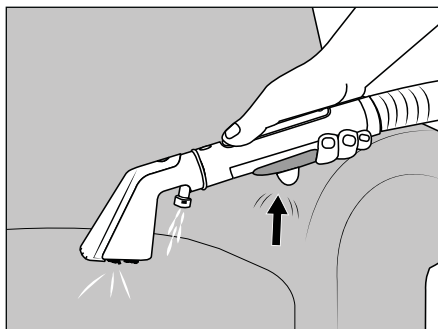

Fig. 6
(1) Asigurați-vă că orificiile de aspirare ②③/③① ale duzei pentru tapițerie ②②, respectiv ale duzei pentru rosturi ②⑤ nu sunt blocate de obiecte nefixate, scame, păr sau altele asemenea care se află în jur atunci când folosiți aparatul. Acest lucru poate provoca deteriorarea duzei pentru tapițerie ②②, respectiv a duzei pentru rosturi ②⑤ și poate determina funcționarea necorespunzătoare a acestora. (2) Verificați eticheta producătorului pentru instrucțiuni speciale de îngrijire înainte de a curăța tapițeria/covorul. Aparatul nu este potrivit pentru materiale textile sensibile (de exemplu, mătase, piele, flokati etc.). (3) Atunci când folosiți substanțe de curățare (detergent cu oțet și substanțe de curățare a tapițeriei), testați întotdeauna mai întâi curățarea cu aparatul pe o zonă puțin vizibilă pentru a vă asigura de rezistența culorii. (4) Aparatul trebuie montat corespunzător înainte de funcționare, iar rezervorul de apă curată ②  trebuie să fie umplut. (5) Opiți aparatul înainte de înlocuirea între ele a duzei pentru tapițerie ②② și a duzei pentru rosturi ②⑤. (6) Dacă rezervorul de apă murdară ⑦  este plin, plutitorul ⑥ închide orificiul de aspirare, iar aparatul funcționează la turație crescută. Opiți aparatul imediat (a se vedea capitolul 7.1. **Curățarea rezervorului de apă murdară**).
- ◆ Rabatați mânerul de transport ⑬ în sus și transportați aparatul în locul unde aveți nevoie de el.
- ◆ Luați furtunul de pulverizare/aspirare ⑬ din suporturile pentru furtun ⑮/⑮.
- ◆ Introduceți suportul pentru furtun ⑮ în aparat.
- ◆ Țineți ferm furtunul de pulverizare/aspirare ⑮ de componenta manuală.
- ◆ Apăsăți tasta Pornit/Oprit  ⑨ pentru a porni aparatul.
- ◆ Țineți duza pentru tapițerie ②② la 2-3 cm deasupra zonei de curățat și apăsați butonul de pulverizare ②⑥ pentru a aplica apă/soluție de curățare de la duza de pulverizare ②⑤ (a se vedea fig. 6).